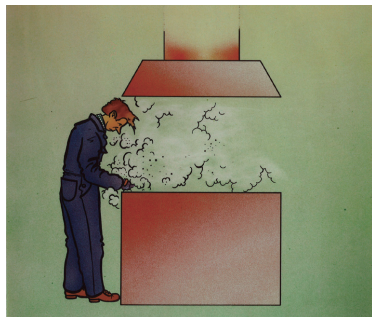

图 2
(2) 工位上方吸风罩 在焊接工位的上方加上抽吸罩，可以做成移动的或者固定的两种方式。在没有侧风的影响下，可控并能捕捉到烟尘，如图2所示。特点：①能起到通风换气的作用。②由于每个罩子下方需要形成一定的风速，所以需要风量较大。③风量大需要的过滤器也大，成本高且不便安装，管道也比较粗。④烟尘在上升过程中仍经过操作者的呼吸区。⑤适用场合：可以适用于工件比较小且工位相对固定的焊接区域，如焊接工件较大则要做成移动的。